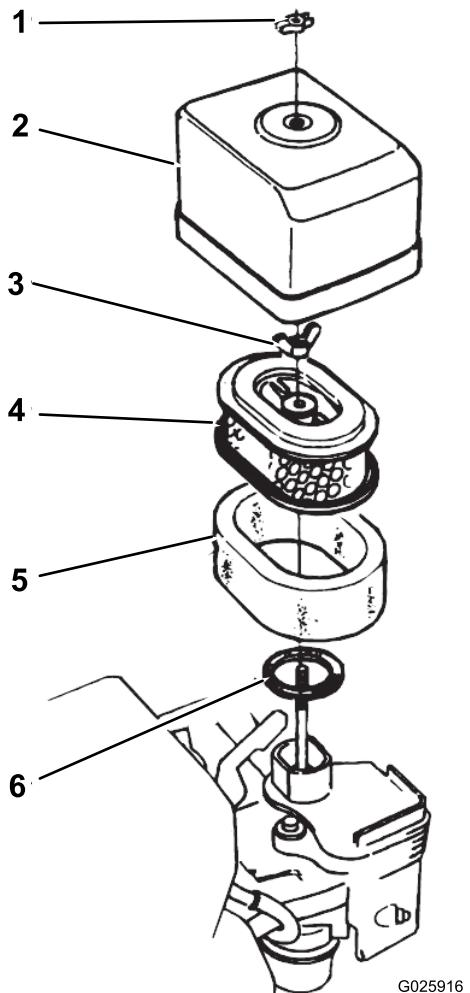

Bild 32
2. Nehmen Sie die Flügelmutter ab, mit der die Luftfilterabdeckung am Luftfilter befestigt ist. Nehmen Sie dann die Abdeckung ab (**Bild 32**).
4. Nehmen Sie die Flügelmutter vom Luftfilter ab und nehmen Sie den Filter heraus (**Bild 32**).
5. Nehmen Sie den Schaumfilter aus dem Papierfilter (**Bild 32**).